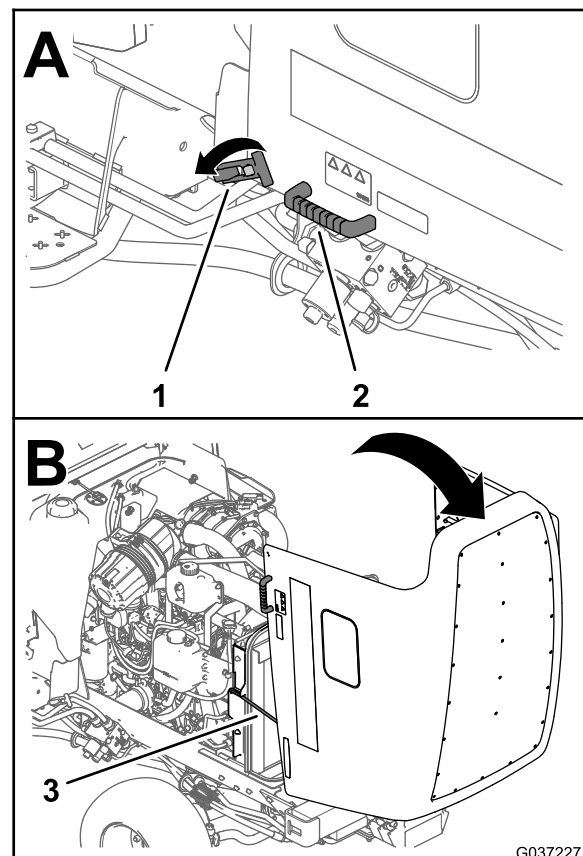

Bild 43
2. Lösen Sie die zwei Riegel an den vorderen unteren Ecken der Motorhaube (Bild 43).
zurück, bis die zwei Stützstangen in den zwei Stützhalterungen sitzen (Bild 43).